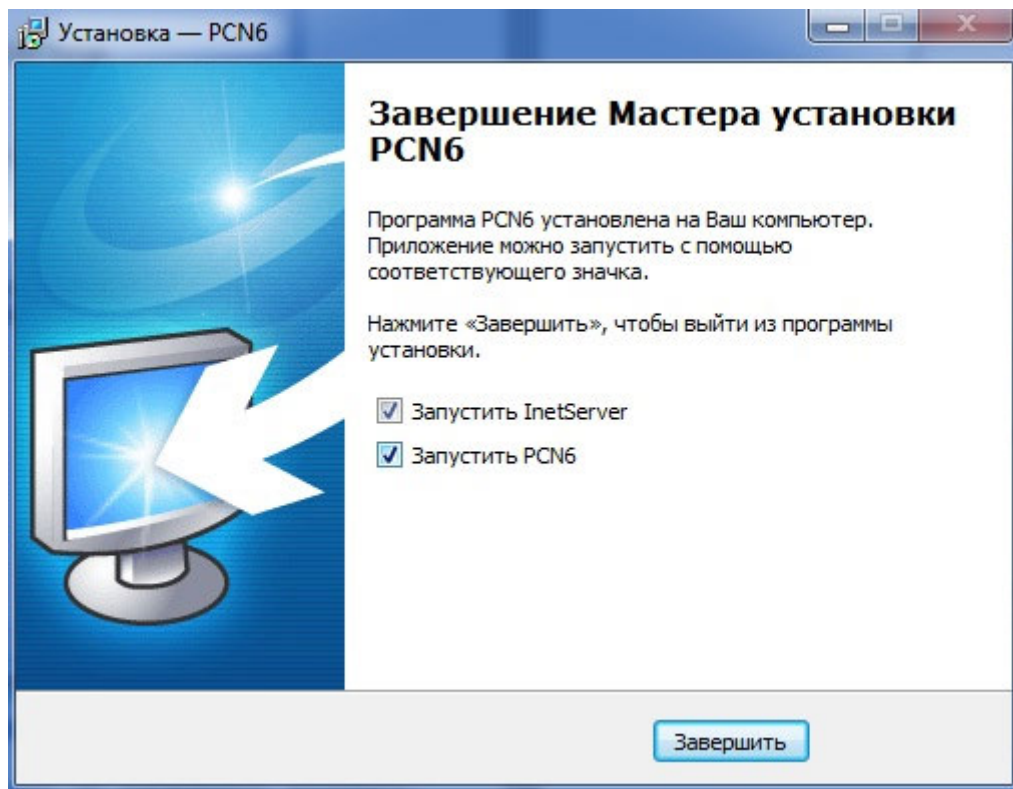

Рисунок 8
3.1.8 Для завершения процесса установки нажмите кнопку «Завершить» (Рисунок 8).